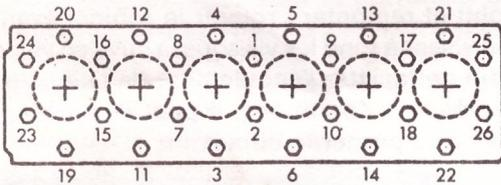

FIG. 37
- Visser les écrous sur les goujons suivant l'ordre prescrit à la fig.37, une première fois au couple de 8 mkg et définitivement au couple de 16 mkg.